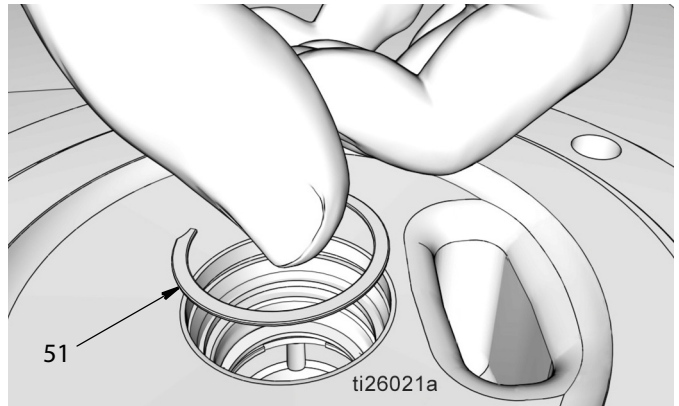

Рис. 34
- f. Установите поддерживающий зажим (51) (Рис. 34). Вы должны услышать «щелчок», если поддерживающий зажим правильно посажен в пазу.